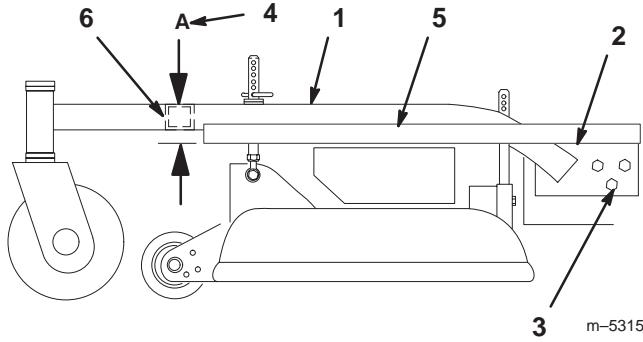

Bild 45
2. Legen Sie eine lange Abziehlatte auf die Oberseite des Motors, siehe Bild 45.
3. Messen Sie am Querrohr des Chassisrahmens die Höhe "A" (Bild 45). Dieses Maß muss $71,4 \text{ mm} \pm 6 \text{ mm}$ betragen.
5. Lockern Sie die Chassisbefestigungsschrauben an beiden Seiten der Maschine (Bild 45).
6. Fluchten Sie den Chassisrahmen und das Motorchassis an Stelle "A" auf dieses Maß von $71,4 \text{ mm} \pm 6 \text{ mm}$ (Bild 45) aus.